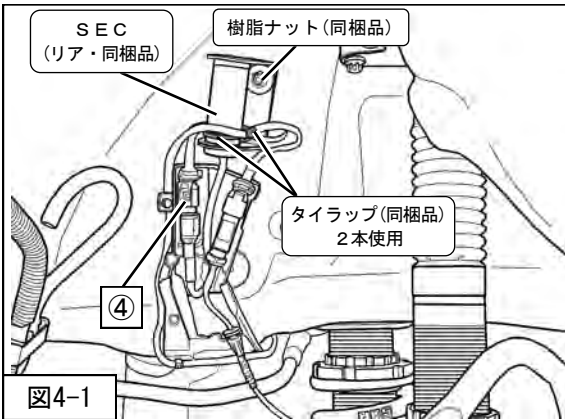

図4-1
1. 樹脂ナット (同梱品) (締付トルク : 5N・m) を使用し、SEC (リア・同梱品) を車両に取付けてください。(図4-1)
2. SEC (リア・同梱品) のコネクターを④純正AVSのコネクターに接続してください。(図4-1)
3. タイラップ (同梱品) を使用し、コネクターを固定してください。(図4-1)